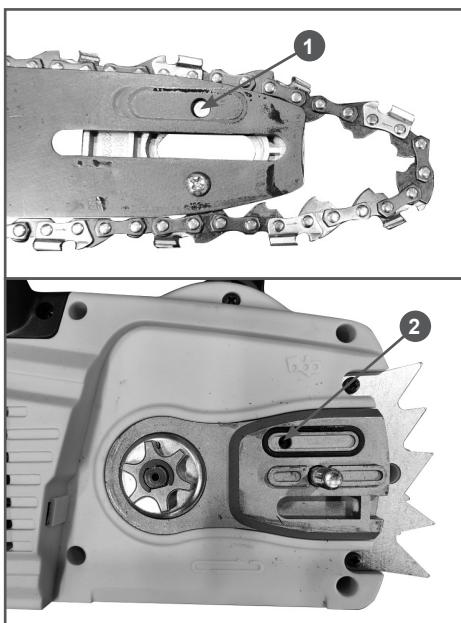

Рис. 8. Отверстия для подачи масла для смазки шины и цепи
- Чистоту отверстия 1 для смазки нашине (Рис. 8). При необходимости почистить.
- Чистоту отверстия 2 для подачи масла на защитной пластине и канала подачи масла в корпусе устройства (Рис. 8). При необходимости почистить.